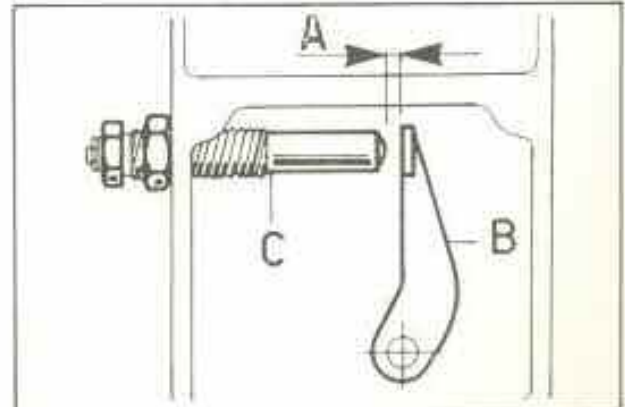

Fig. 99
RÖLANTİ AYARI (Fig.99)
- 3- (Fig.99) A mesafesini ayarlayınız ve C parçasını tekrar vira ederek kontrasını sıkınız.
Test standında tam yük altındaki motorda A aralığını 0.05 mm.ye ayarlayınız (Fig.99) C parçasını sabitleyiniz. Ekzost dumanı testini ise ani gaz vererek yapınız; bu durumda duman seviyesi BOSCH SCALA 4 seviyesinde olmalıdır.
Farklı yakıt tüketimi halinde A değerini (Fig.99) yeniden ayarlayınız. Eğer güç değerleri (HP/KW) farklı ise motor birimlerini ve ayarlarını yenileyiniz. Yapılacak son kontrol ise motoru muhtelif devirlerde çalıştırmaktır. Eğer motor çalışmasında kesiklikler olursa, motor kapağını sökünüz ve regülatörün rahat çalıştığını irdelleyiniz. Benzer irdilemeyi enjeksiyon pompasının kremayeri içinde tekrarlayınız. Ekzost gazının hafif dumanlı çıkması gerekmektedir.